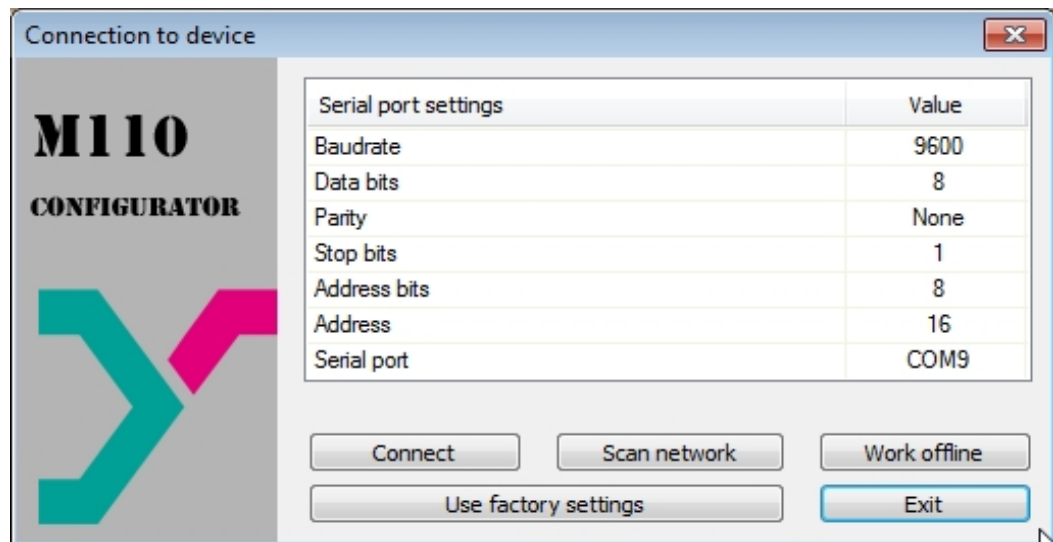

Fig. 7.1 Ventana de inicio del software de configuración
- En la ventana ‘Conexión al dispositivo’ establecer los parámetros por defecto (ver Tabla 7.1) o hacer click en el botón ‘Use factory settings’ (ver Fig. 7.1)